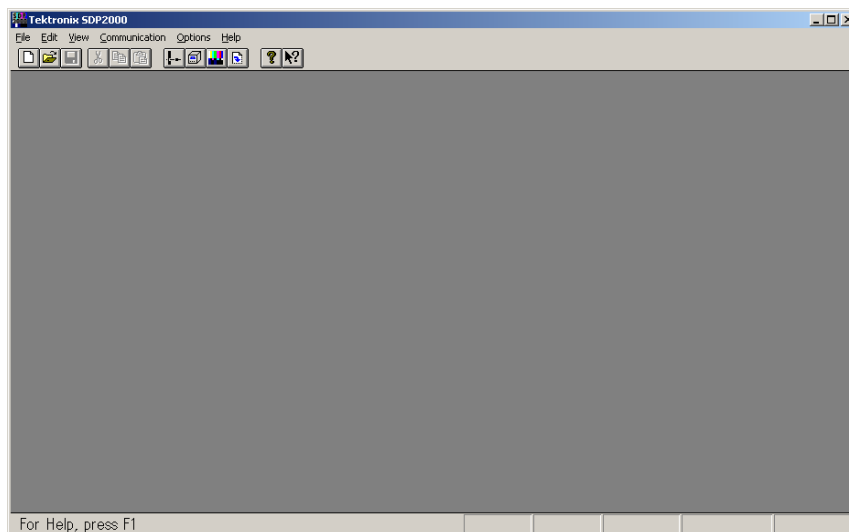

図 2 SDP2000.EXE の起動画面
STEP 2 SDP2000.EXE を選択して実行すると、SDP2000 のオープニング画面が表示された後、次のようなウィンドウが表示されます（図 2 参照）。